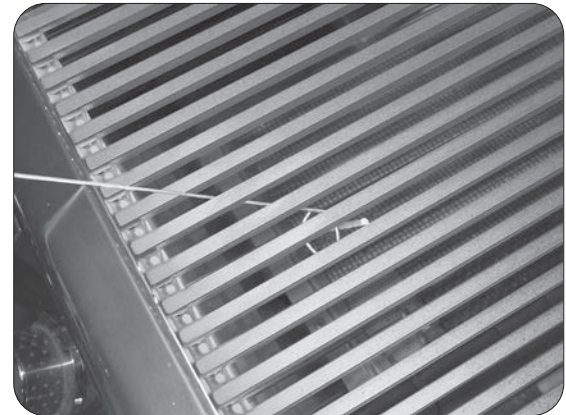

Fig. 28-2 - Éclairage manuel
2. Insérez un allumeur brûlant de butane de long-baril, une allumette brûlante de long-tige, ou une allumette brûlante tenue par un support de prolongation de fil par la grille à cuire s'ouvrant au dessus du brûleur (fig. 28-2).
4. Si le brûleur ne se allume pas dans les cinq (5) secondes de tourner le bouton de commande, enfoncez immédiatement le bouton et tournez la valve à AU LOIN. ATTENDEZ CINQ (5) MINUTES avant de répéter les étapes 2 à 4 des instructions manuelles d'éclairage.